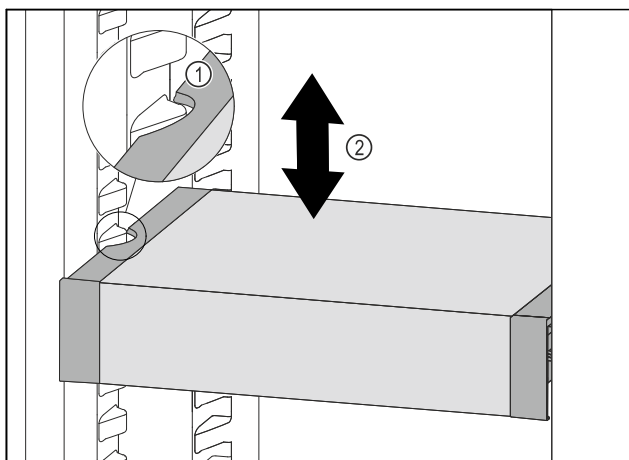

Fig. 118
- ▶ Táhněte VarioSafe dopředu, dokud nebudou boční vybrání VarioSafe na úrovni žebrování na nádoby v chladničce. Fig. 118 (1)
- ▶ Posouvejte VarioSafe v chladničce nahoru nebo dolů, dokud nedosáhnete požadované výšky. Fig. 118 (2)